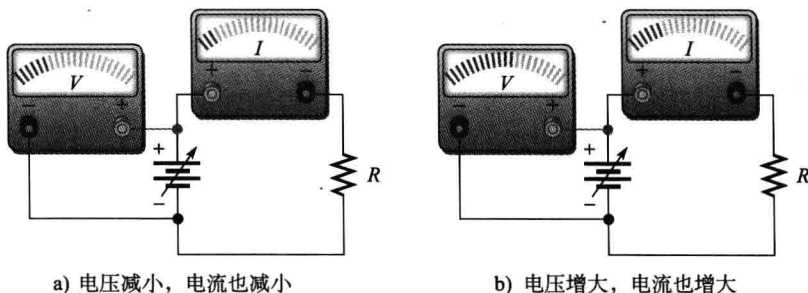
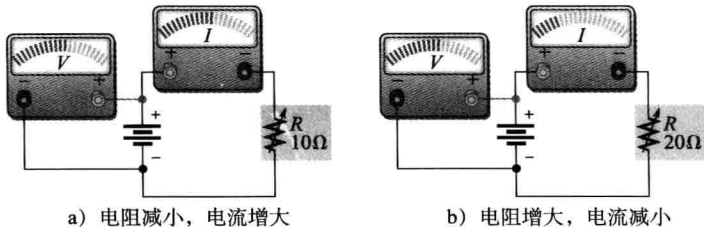

图 3-1 电阻恒定时电压变化对电流的影响
图 3-2 电压保持恒定时电阻变化对电流的影响
欧姆通过实验确定，如果电阻两端电压增加，则通过电阻的电流也将增加；反之，如果电阻两端电压减小，则通过电阻的电流也将减小。例如，如果电压加倍，电流也加倍；如果电压减半，电流同样也减半。这一关系如图 3-1 所示，图中相应的电表指示了电压与电流的关系。
欧姆同样确定，当电压维持恒定时，减小电阻将导致电流增大，而增大电阻则电流减小。例如，如果电阻减半，则电流加倍；如果电阻加倍，则电流减半。图 3-2 中电表的指示说明了这一关系，其中电压保持恒定，而电阻增大。
式中， I 是电流，单位为安培 (A)； V 是电压，单位为伏特 (V)； R 是电阻，单位为欧姆 (Ω)。这个公式描述了图 3-1 和图 3-2 中电路之间的关系。